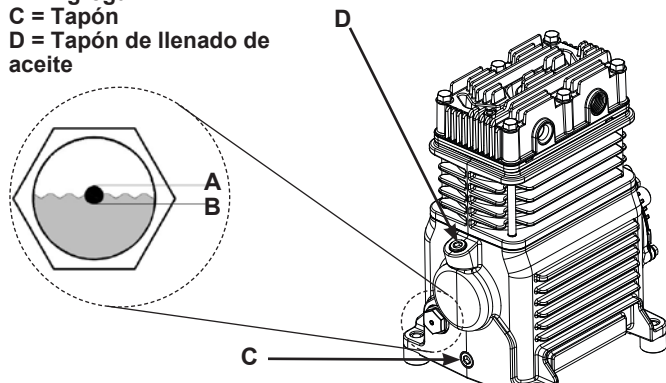

Fig. 6
2. Compruebe el nivel de aceite de la bomba (Vea **Fig. 6, Página 34** "Verificación del nivel de aceite" en la sección de Mantenimiento).
1. Compruebe el nivel de aceite de la bomba (Vea **Fig. 6, Página 34** "Verificación del nivel de aceite" en la sección de Mantenimiento).
Verifique el nivel de aceite en cada bomba con la mirilla (Vea Fig. 6). El nivel de aceite de la bomba debe estar en la marca correspondiente a "Lleno" de la mirilla (A y B). La bomba no puede llenarse nunca por defecto ni por exceso.
Quite el tapón (Vea Fig. 6 C) del aceite y deje que salga hasta gotear, luego vuelva a poner el tapón. Desenrosque el tapón de llenado de aceite (D) y añada aceite para compresor (consulte el manual de piezas) hasta que el nivel se encuentre entre (A) Lleno y Agregar (B). Coloque de nuevo el tapón. La bomba no puede llenarse nunca por defecto ni por exceso.